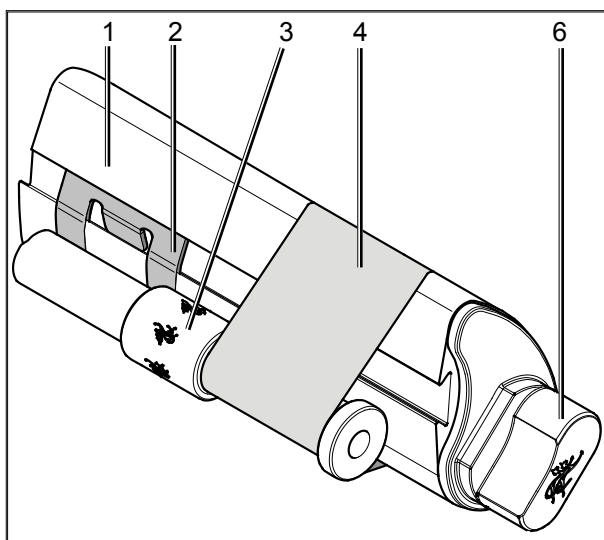

Fig. 6
- EliTube Advanced (1, Fig. 6) com rampas (2) para delimitar a posição das barras de desvio, tampas de fecho laterais (6), que servem simultaneamente para o alojamento e posicionamento do EliTube nas prensas de estampar, barra de desvio (3) para a pré-tensão das telas rotativas (4).
- Insertos Micramics (5) ou JETSert (7) (Fig. 6)
- O tubo perfilado passa por um campo entre suportes. Em cada posto de fiação o tubo perfilado apresenta um rasgo oblíquo (8) no sentido do fio, sobre o qual está uma tela rotativa. A tela rotativa é mantida na posição através de atarraxamentos na barra de desvio.